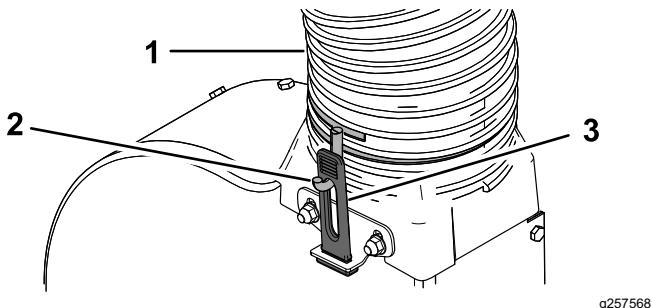

Figura 20
2. Avvitate la fascetta stringitubo sull'altra estremità del nuovo flessibile per 2 o 3 giri (Figura 20).
3. Montate il flessibile sulla transizione del soffiatore, in modo tale che il flessibile formi all'incirca una piega di 90 gradi dal cofano. Regolate l'orientamento dei ganci delle fascette stringitubo quanto basta per allinearle con i fermi in gomma e fissate il flessibile tirando i fermi di gomma per inserirli nei ganci (Figura 20).